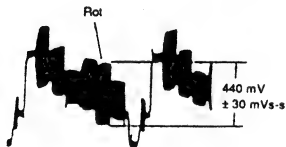

Abb. 4-44
(5) Abgleich des Chromagewinns (Abb. 4-44 bis 4-50)
Verwendung eines Oszilloskops (Abb. 4-44)
- Die Tasten [U] und [D] drücken, um den Rotpegel auf $440 \text{ mV} \pm 30 \text{ mV}$ einzustellen (Abb. 4-44).
- Die [ENTER] Taste drücken, um die Daten in den EEPROM einzuschreiben, und danach eine beliebige Taste drücken, um das Display des Computers auf Abb. 4-44 zurückkehren zu lassen.